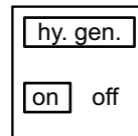

Fig. 32: Displayvisning hydrogenerasjon
- Hydrogenerasjon må være aktivert under **«Fig. 32: Displayvisning hydrogenerasjon»**.